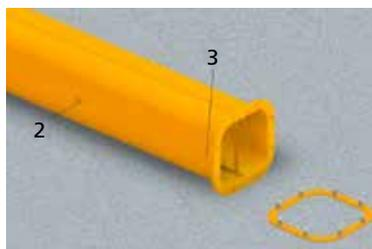

Abb.26
- Wenn das Kabel 1 von außen kommt, ist es durch die Kabelverschraubung 3 am Fuß der Säule in diese einzuführen, bis es die Öffnung 2 an der Spitze erreicht. (Abb. 26)
1. Nach dem Befestigen der Gegenplatte, wenn vorgesehen, das Stromkabel 1 über die entsprechende Kabeldurchführung 3 an der Basis der Säule bis zum Loch 2 an der Oberseite in die Säule am Boden einführen (Abb. 26)